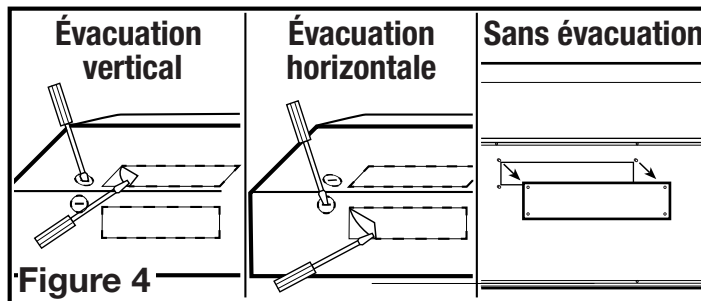

Figure 4
- Évacuation horizontale ou verticale** - Retirez la pièce rectangulaire défonçable. Pour ce faire, insérez un tournevis dans le pourtour et brisez les attaches qui le retiennent. Enlevez ensuite la pièce avec des pinces (**Figure 4**).
- Sans évacuation** - Utilisez un tournevis à douille de 3/8" ou un cliquet, retirez et mettez de côté les 4 écrous tenant la plaque de blocage sans conduit. Cela permettra d'exposer les événements de la grille sur le dessus de la hotte (**Figure 4**).
REMARQUE : POUR LES INSTALLATIONS SANS CONDUITS SEULEMENT, si vous ne l'avez pas déjà fait dans les étapes précédentes, retirez la plaque de blocage du ventilateur sous le dessus de la hotte (**Figure 4**).